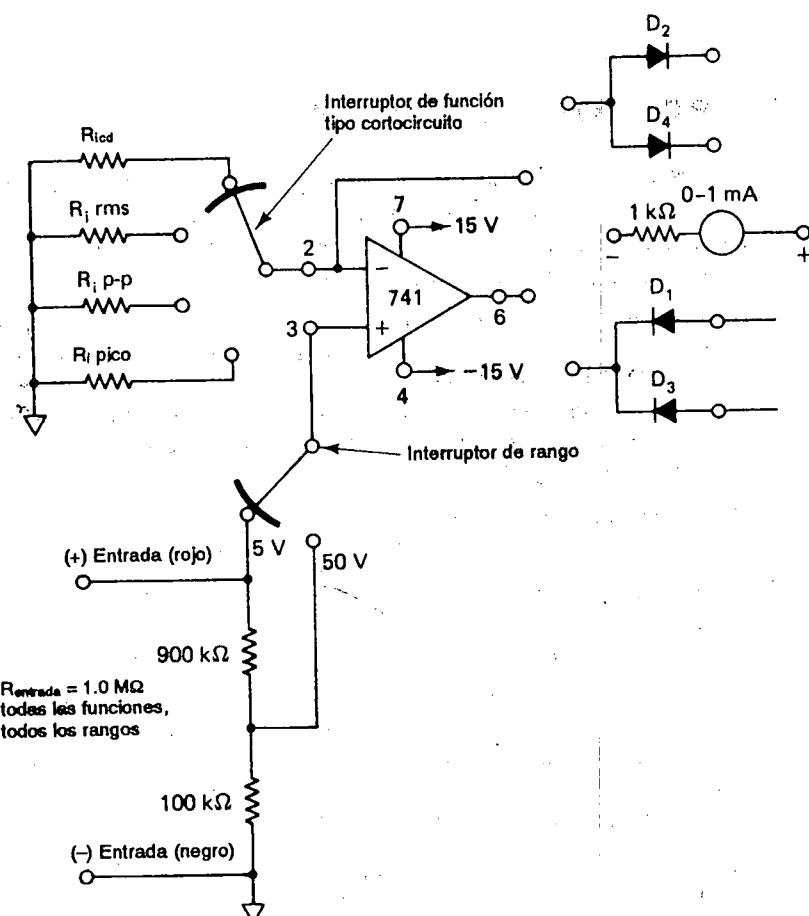

FIGURA P5-3
- 5-3. En la figura P5-3 complete el alambrado esquemático entre el amplificador operacional, los diodos y un miliamperímetro. La corriente que pasa por el medidor debe dirigirse de derecha a izquierda.
- 5-4. Calcule un valor de R_{icd} en la figura P5-3, de modo que el medidor lea la escala completa cuando $E_i = 5 \text{ V}$ y el selector de nivel se encuentra en la posición 5 V.
- 5-5. Suponga que el selector de nivel se halle en la posición 5 V en la figura P5-3. Calcule los valores de los siguientes resistores que le den una deflexión del medidor a escala completa de 5 V: (a) $R_{i rms}$ cuando $E_i = 5 \text{ V rms}$; (b) $R_{i p-p}$ si $E_i = 5 \text{ V p-p}$; (c) $R_{i pico} = R_{i pico}$ para $E_i = 5 \text{ V pico}$.